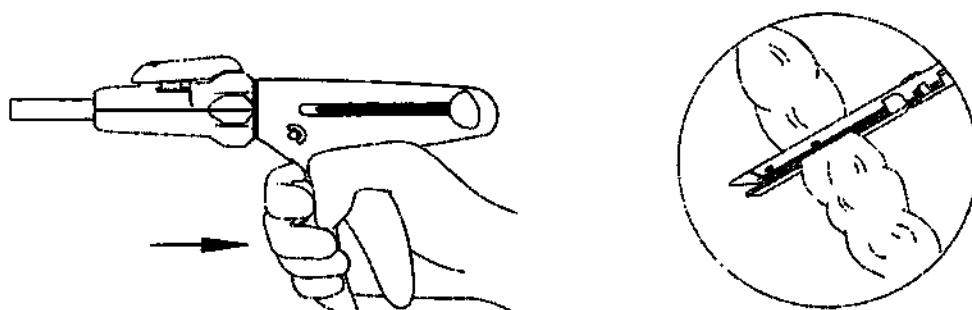

Рис. 9
4. Закройте бранши, закрепленные на ткани, подлежащей рассечению, полностью сжав ручку (как показано на Рис. 9). Степлер оснащен предохранительной блокировкой (предохранителем): ткань не будет разрезана и сшита, пока не будет нажата кнопка предохранителя.